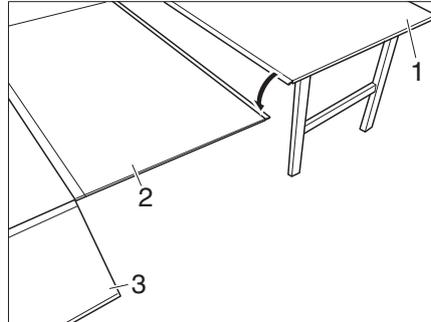
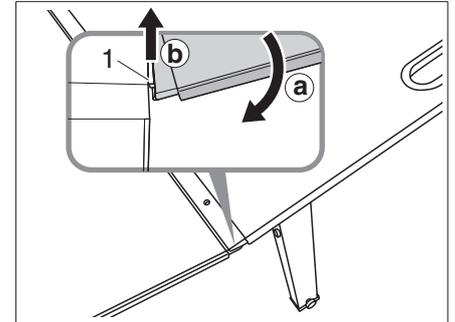

Fig. 32 Aggancio della prolunga del tavolo
Fig. 33 Aggancio del tavolo
Il campbox Sleep (Fig. 32,3) può essere convertito in un lettino aggiuntivo in pochi passaggi. A tale scopo, il campbox deve essere montato nel veicolo (vedi capitolo 7.7.4).
- Posizionare la prolunga del letto (Fig. 32,2) sulla guida (Fig. 33,1) del campbox e spostarla verso il basso (Fig. 33,a).
- Sollevare entrambe le guide nel punto di collegamento (Fig. 33,b). Le guide si incastrano l'una nell'altra.
- Inserire il tavolo (Fig. 32,1) nella rispettiva prolunga (Fig. 32,2) seguendo la stessa procedura (Fig. 33).